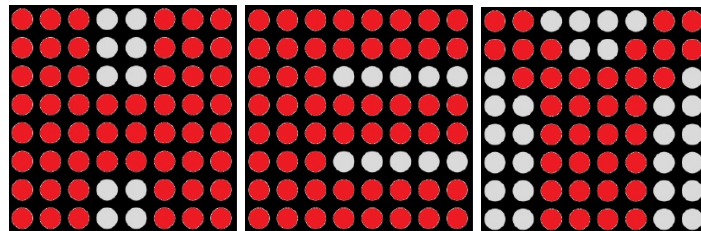

Figura 2: Patrón H-E-Y
3. Mostrar una cadena de patrones, como en la figura 2, en un tiempo, para eso deber recibir: